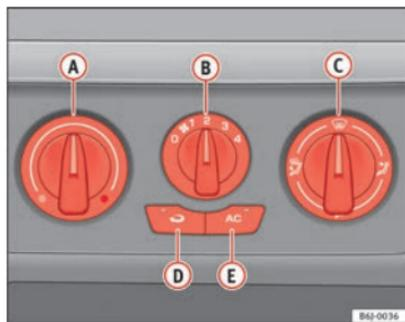

Fig. 106 Comandos do Ar Condicionado no painel de instrumentos
- Desligue o sistema de refrigeração com o botão ⇒ Fig. 106 **AC** (apaga-se o aviso luminoso do botão).
No modo de recirculação de ar ⇒ Fig. 106  (acende-se um aviso no botão) evita-se a entrada de cheiros fortes no habitáculo, como os que são frequentes por exemplo na travessia de um túnel ou num engarrafamento.